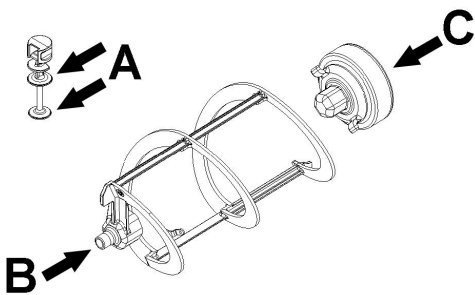
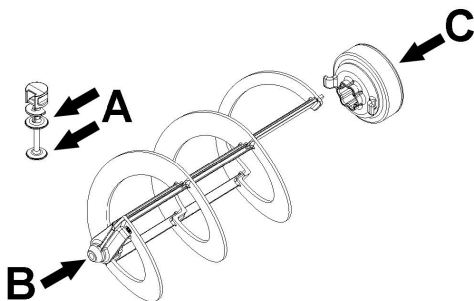

figura 13
figura 14
- 2 Lubrificare il pistone rubinetto, il giunto esagonale ed il mescolatore nei punti indicati in figura 13 (B-Frozen 6) o figura 14 (B-Frozen 10) utilizzando esclusivamente il grasso in dotazione con la macchina o altro grasso per uso alimentare.